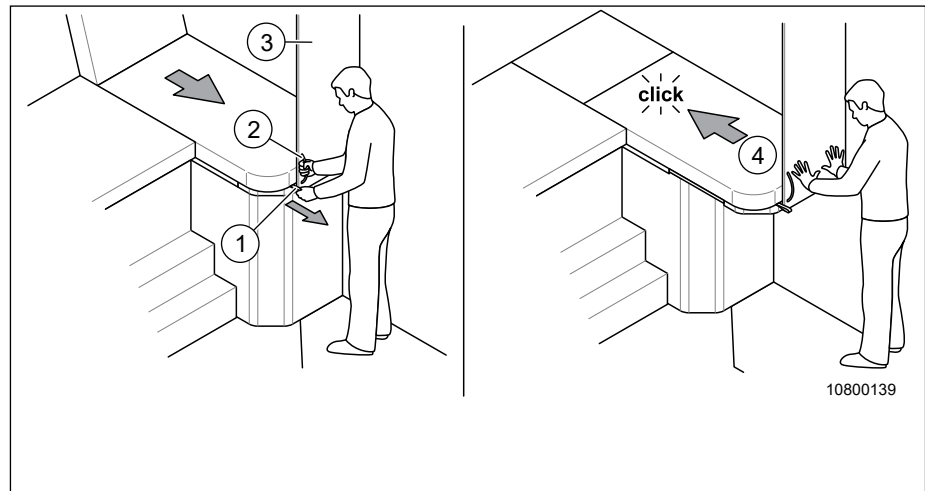

Fig. 56 Transformation du lit extractible
1. Retirer simultanément le sommier à lattes de la boucle de retenue (Fig. 56, Pos. 1) et la plaque de l'armoire sur la poignée (Fig. 56, Pos. 2).
1. Rentrer la porte de placard (Fig. 56, Pos. 3) avec les deux mains jusqu'à ce qu'elle s'enclenche (Fig. 56, Pos. 4).